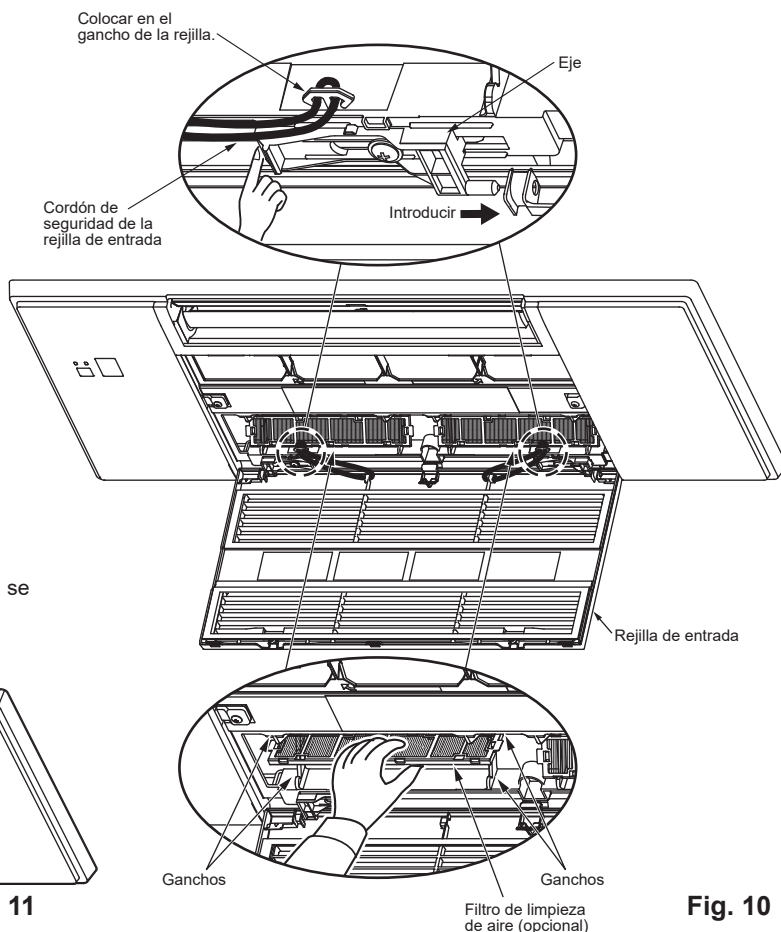

Fig. 10
12. Coloque los filtros de limpieza de aire (opcionales) en los ganchos de la rejilla. (Fig. 10)